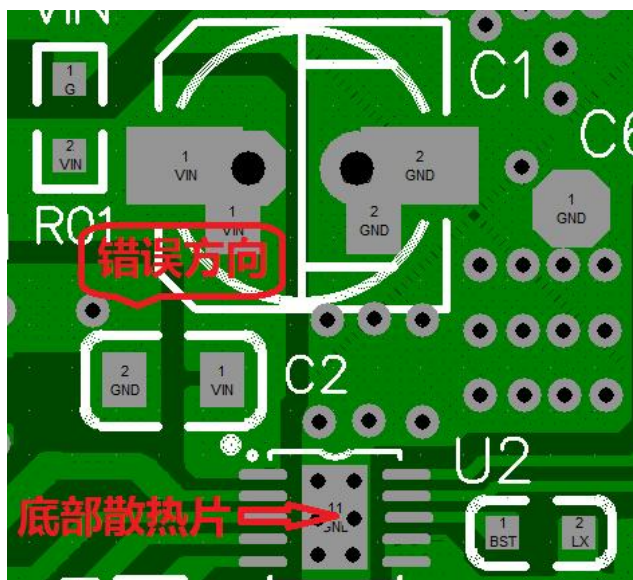

图 2 (C2 电容错误方向)
2、输入小容量贴片电容 C2 尽量靠近芯片第一脚和底盘，注意 C2 的放置方向，尽量放置在输入大电流回路，也就是第一脚和芯片底部散热片之间。如下图 2,3 所示：